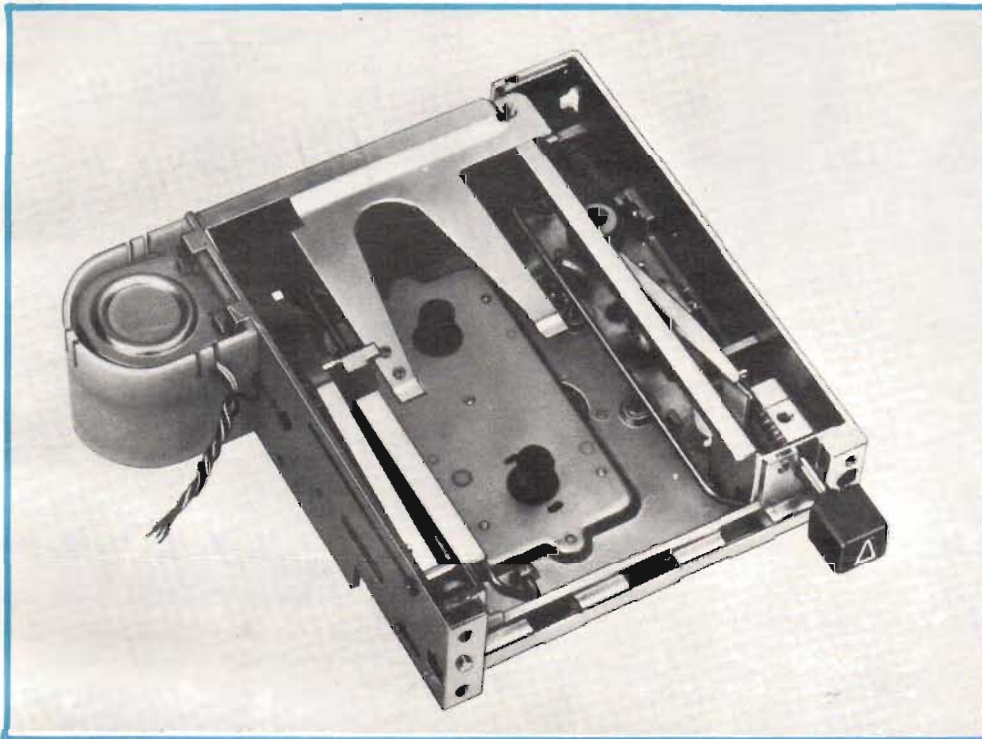

Fig 11. Den tyska firmen Hopt har tagit fram denna kassettbandsspelarenhet med tanke på användning i bilen.
**Hopt** heter en tysk firma som vi i första hand förknippar med vridkondensatorer av olika slag. Verksamheten har nu utökats till att omfatta även tillverkning av mekaniken för en kassettspelarenhet, avsedd för bilbruk. Verket är frontmatat och betjänas med endast en tangent. En demonstration visade att inmatningen av kassetten skedde smidigt och effektivt. Motorhastigheten styrs av en integrerad krets. Vi får kanske hoppas på att se denna intressanta bandspelarmekanik under 1977 eller senare i någon färdig bilradioapparat. Se *fig 11*.